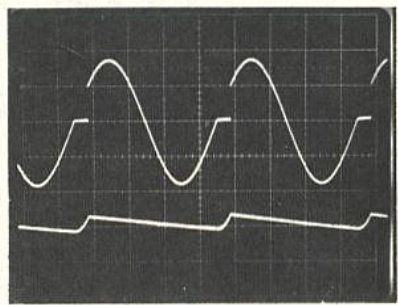

Figure 3
Sur la figure 3, on observe la charge du condensateur de stockage lors de l'alternance positive.
- C2, condensateur de pré-régulation. Il est chargé à chaque demi-alternance et alimente le régulateur série durant une période. Sa capacité sera déterminée par le besoin du courant de sortie. L'emploi d'un condensateur de valeur plus élevée demandera un temps de charge initiale plus long, mais réduira l'ondulation sur la broche 2, qui est reliée à l'entrée du régulateur série et réduira ainsi l'ondulation de sortie (**figure 3**).